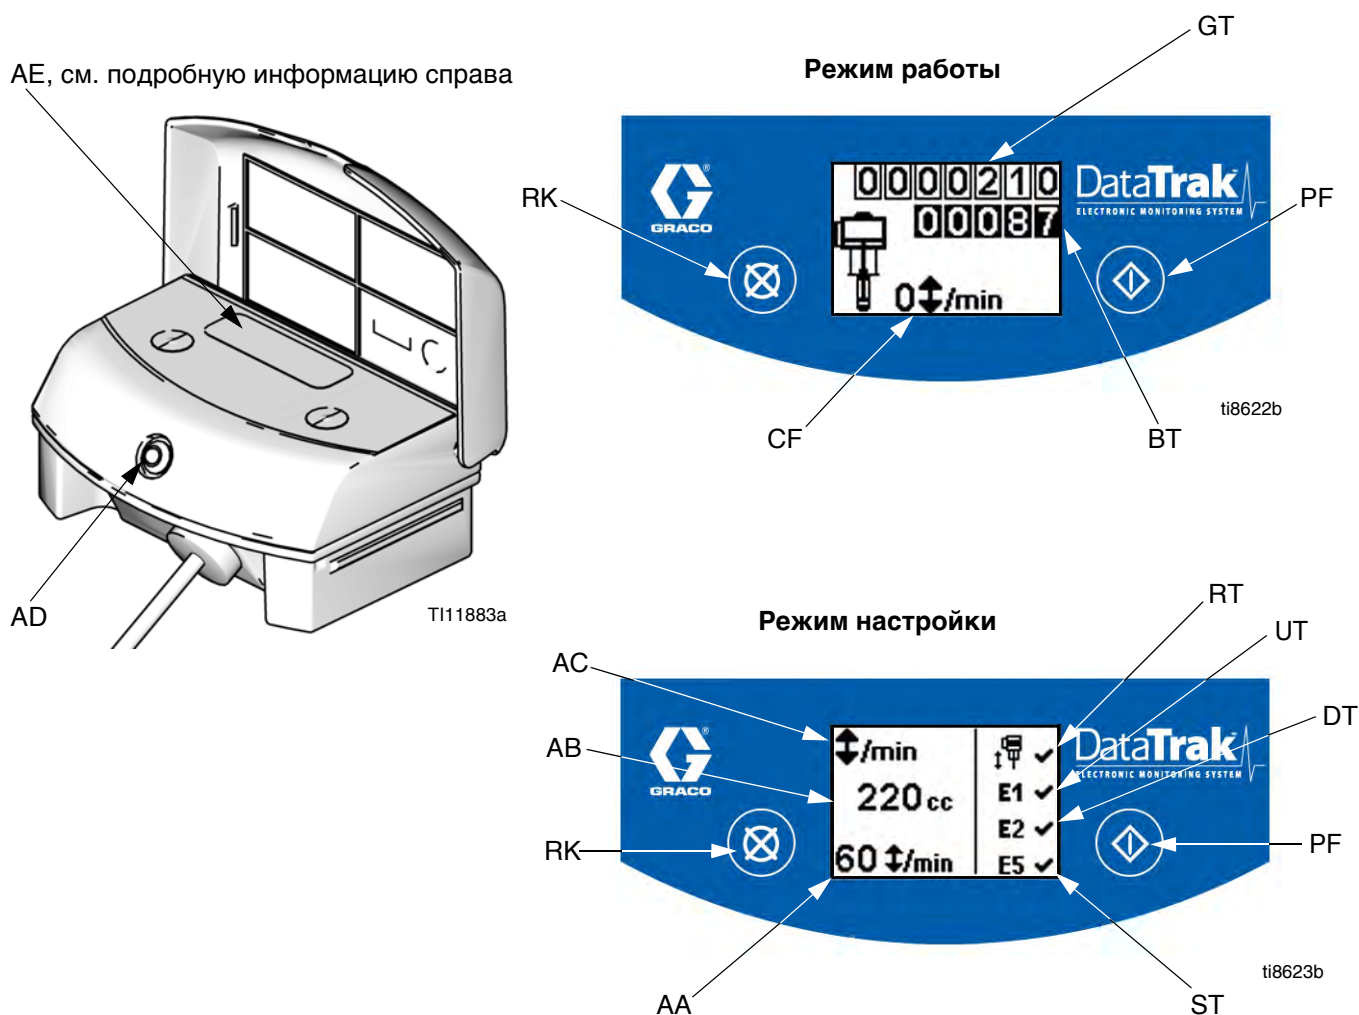

Рис. 7. Элементы управления и индикаторы модуля DataTrak
## Расшифровка обозначений на Рис. 7.
1. См. Рис. 7. Нажмите и удерживайте  в течение 5 секунд, пока не появится меню настройки.
**ПРИМЕЧАНИЕ.** Если включена защита от неуправляемого разгона, а также опции ошибок E1, E2 и E5, на экране настройки появится . См. Рис. 7.
1. См. Рис. 7. Если происходит неуправляемый разгон насоса, защитный электромагнит приводится в действие и останавливает насос. Светодиодный индикатор (AD) начнет мигать, и дисплей (AE) укажет состояние разгона (см. Табл. 1). На дисплее будут циклически повторяться шесть сообщений с инструкциями.
2. Экраны разгона 1 и 2: для возврата электромагнита защиты от разгона в исходное состояние, закройте главный воздушный клапан (E). Подождите, пока воздух полностью не выйдет из пневматического двигателя.
3. Экраны разгона 3 и 4: после того как выйдет воздух, нажмите кнопку выключения электромагнита (J), чтобы вернуть воздушный клапан в исходное состояние. Кнопка снова появится на экране, после того как на воздушный клапан будет подано давление.
5. Для перезапуска насоса откройте главный воздушный клапан (E).
**ПРИМЕЧАНИЕ.** Чтобы отключить защиту от неконтролируемого разгона, перейдите в режим настройки и установите для разгона значение 0 (ноль) или переведите переключатель (RT) в положение "выкл"  (см. Рис. 7).
- См. Рис. 7. Для входа в режим заправки/промывки нажмите любую кнопку, чтобы включить дисплей, а затем нажмите . На дисплее появится символ заправки/промывки, и светодиодный индикатор начнет
- При включенном режиме заправки/промывки защита от неуправляемого разгона отключена, и счетчик партий продукции (BT) не выполняет подсчет. Общий счетчик (GT) продолжает выполнять подсчет.
См. Рис. 7. Последняя цифра на счетчике партий продукции (BT) означает десятые доли галлонов или литров. Чтобы обнулить счетчик, нажмите любую кнопку для включения дисплея, а затем нажмите и удерживайте  в течение 3 секунд.
См. Рис. 7. Дисплей (AE) отключится через 1 минуту пребывания в неактивном состоянии в рабочем режиме или через 3 минуты в режиме настройки. Для включения дисплея нажмите любую кнопку.
**ПРИМЕЧАНИЕ.** Дисплей (AE) может выключиться, если модуль DataTrak подвергнется действию сильного электростатического разряда. Для включения дисплея нажмите любую кнопку.
Модуль DataTrak может диагностировать некоторые проблемы в работе насоса. Если монитор обнаруживает проблему, то светодиодный индикатор (AD, Рис. 7) будет мигать и на дисплее появится код диагностики. См. Табл. 1.